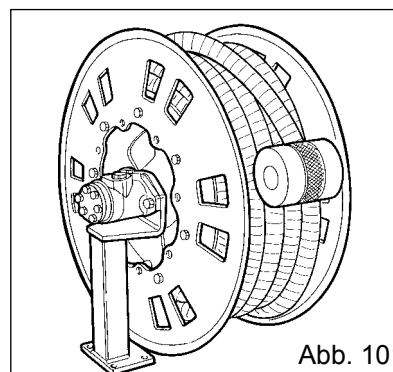

Abb. 101
Wenn man über eine Anlage der HYDRAULISCHEN AUFWICKLUNG (Optional) (Abb. 101) verfügt, bei der das Öl des Traktors eventuell mit der unabhängigen Hydraulikpumpe kombiniert ist: nachdem die Schnellanschlüsse Öl an den Traktor angeschlossen wurden und die Anlage unter Druck gesetzt wurde, betätigen Sie, um zu wählen, welches der zwei Zubehörteile verwendet werden soll, den Hebel (2) und setzen Sie ihn in die Position Rohraufroller; ziehen Sie dann den Hebel (1), um das Rohr wieder auf den Aufwickler zu wickeln (Abb. 102-103).